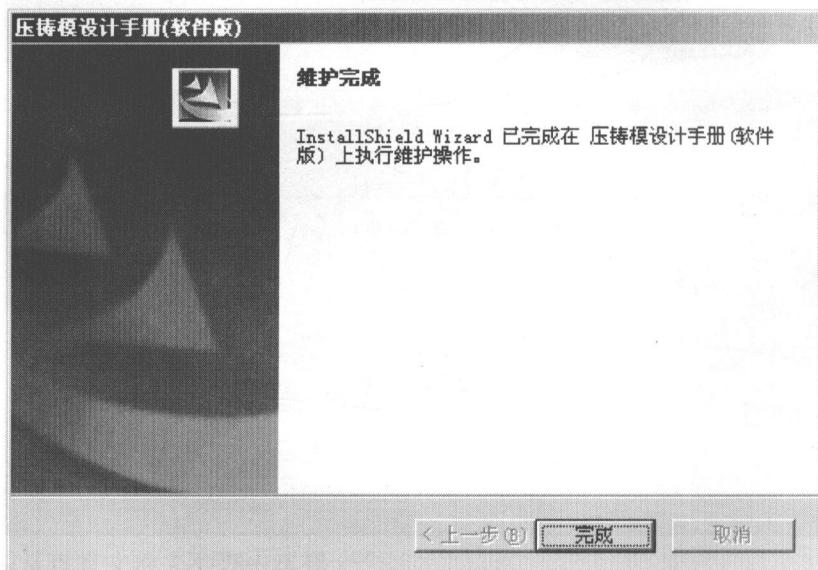

图 1-11 结束安装界面
(10) 最后, 屏幕上显示安装程序的结束界面, 如图 1-11 所示, 单击“完成”按钮, 安装程序将完成整个安装过程。